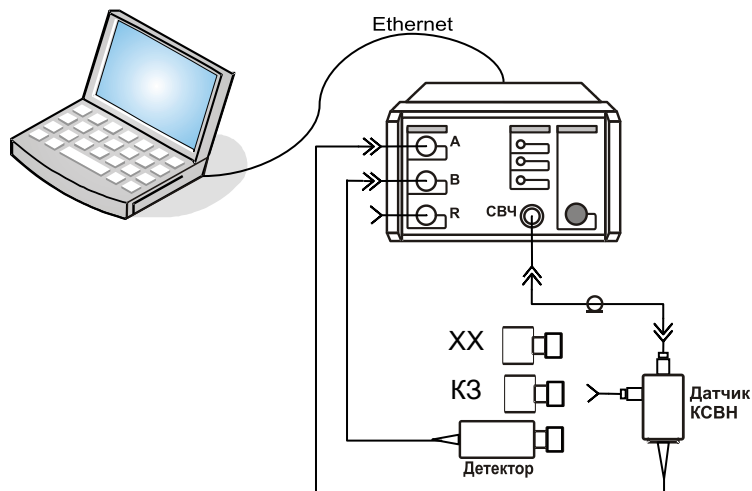

Рисунок 2.2 – Калибровка
- 4) Отключите ИУ и выполните калибровку на отражение и на передачу (рисунок 2.2).